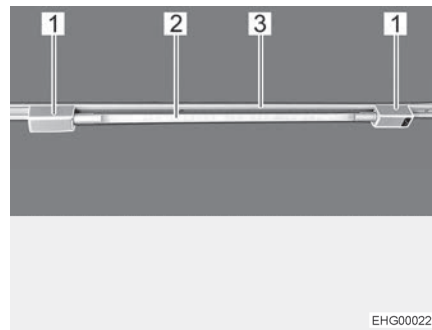

Bild 36 Lysrör
- Sätt in båda hållarna (Bild 36,1) i skenan (Bild 36,3). Vrid hållaren med 90°.
- Sätt in ljuskällan (Bild 36,2) i en av hållarna.
- Vrid på ljuskällan (Bild 36,2) tills önskad ljusstyrka har uppnåtts.